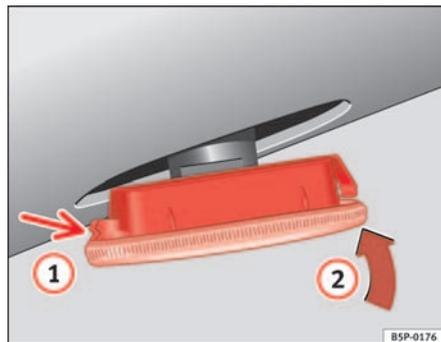

Fig. 186 Indicatori di direzioni laterali
- Prima collocare l'intermittente nel foro della carrozzeria, incastrandolo le linguette ⇒ fig. 186, freccia (1).
- Inserire la lampada come indicato dalla freccia (2) ⇒ fig. 186. ■